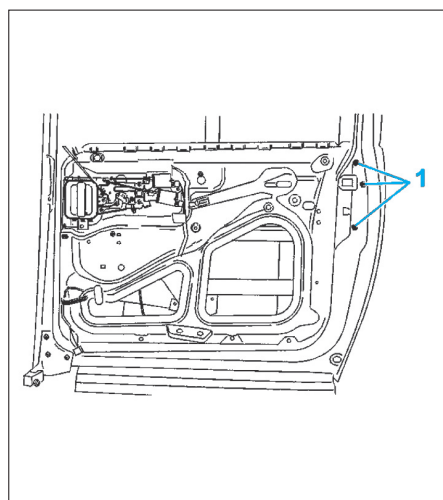

Fig. 34
- Déposer les fixations (1) de la serrure avec la tringle de commande (Fig.34).